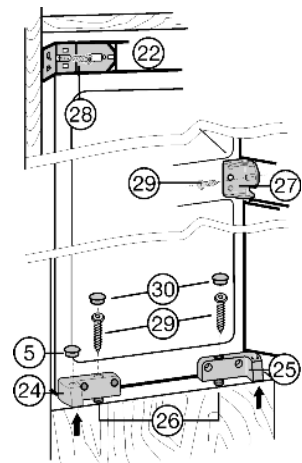

Fig. 15
- ▶ Gerät oben befestigen: Gerät an die Möbelwand drücken und mit Spanplattenschraube Fig. 15 (28) durch Befestigungswinkel Fig. 15 (22) anschrauben.
- ▶ Gerät in der Mitte fixieren: durch Befestigungsschraube Fig. 15 (27) mit Spanplattenschraube Fig. 15 (29).
- ▶ Gerät unten fixieren: mit Spanplattenschrauben Fig. 15 (29) durch Stellschrauben Fig. 15 (26) im Lagerbock Fig. 15 (24) und Lagerbock Fig. 15 (25).